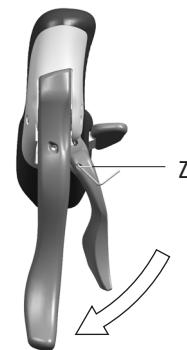
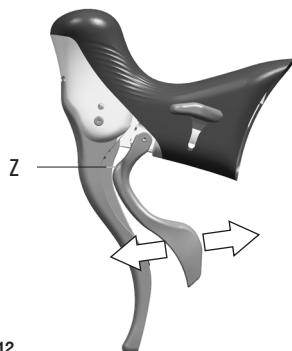

Fig.11
Fig.12
La position du levier externe, plus ou moins proche du levier de frein, peut être réglée au moyen de la vis sans tête présente dans le trou Z (Fig.11 / Fig. 12). La position correcte du levier externe doit permettre au levier d'effleurer le caoutchouc présent sur le levier de frein sans le toucher.
- Tourner la clé Allen dans le sens des aiguilles d'une montre (Fig.11) pour éloigner le levier du levier de frein (Fig.12), ou dans le sens inverse pour approcher le levier.